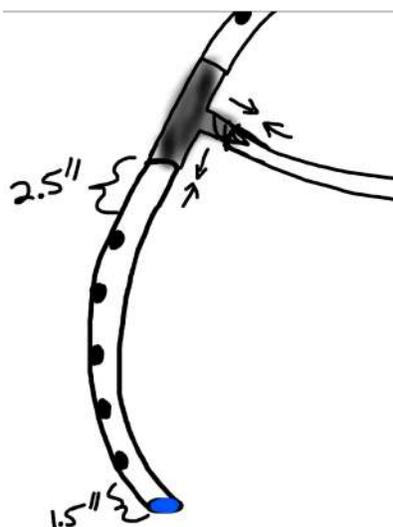

Figura 23: Croquis del tubo de goma de $\frac{1}{2}$ " que distribuye agua a cada bebedero de PVC. La imagen no está a escala.
- El orificio que está a 1,5 pulgadas del extremo del tubo de 8,5 pulgadas de largo debe estar más alejado del conector en T (consulte Figura 23).